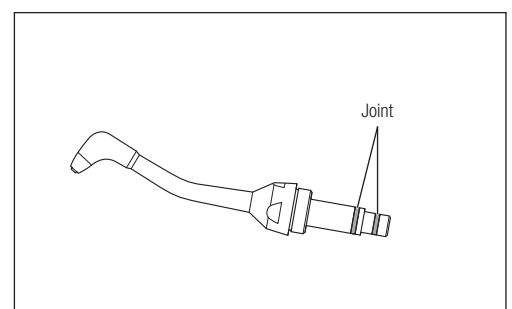

Fig. 45
- 2) Retirez les joints de la base de l'embout à l'aide d'une aiguille, etc. (Fig. 45). S'il y a de la poudre dans les rainures du joint, nettoyez-les avant d'insérer le nouveau joint.